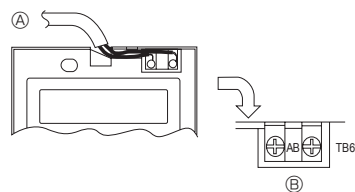

Fig. 6-9
2) Procedimientos de conexión (Fig. 6-9)